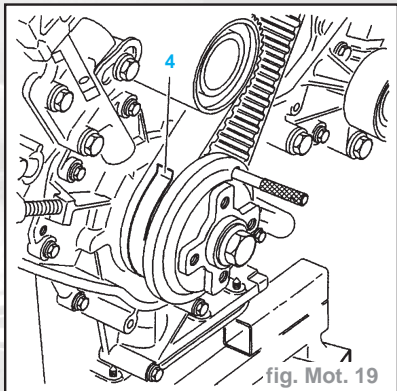

fig. Mot. 19
- Poser la courroie de distribution sur le pignon de vilebrequin (fig. Mot. 19).